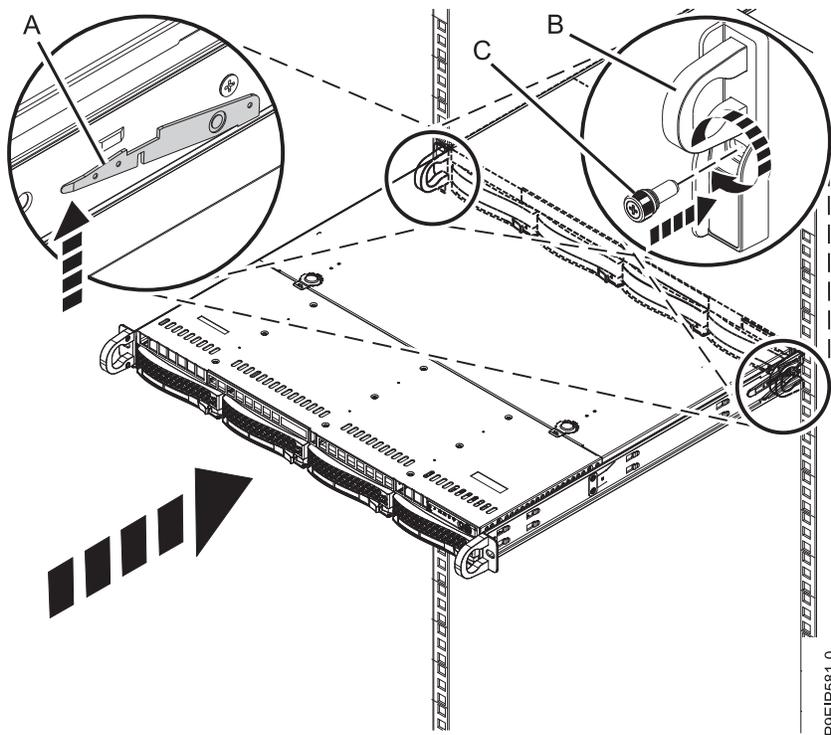

Figura 80. Colocación del sistema en la posición operativa
5. Libere los pestillos de seguridad del riel (A) estirándolos hacia arriba, tal como se indica en Figura 80, después, empuje el sistema para que quede totalmente dentro del bastidor. Los mecanismos de cierre funcionan en direcciones opuestas; el mecanismo de un lado se mueve hacia arriba mientras el del otro lado se mueve hacia abajo.